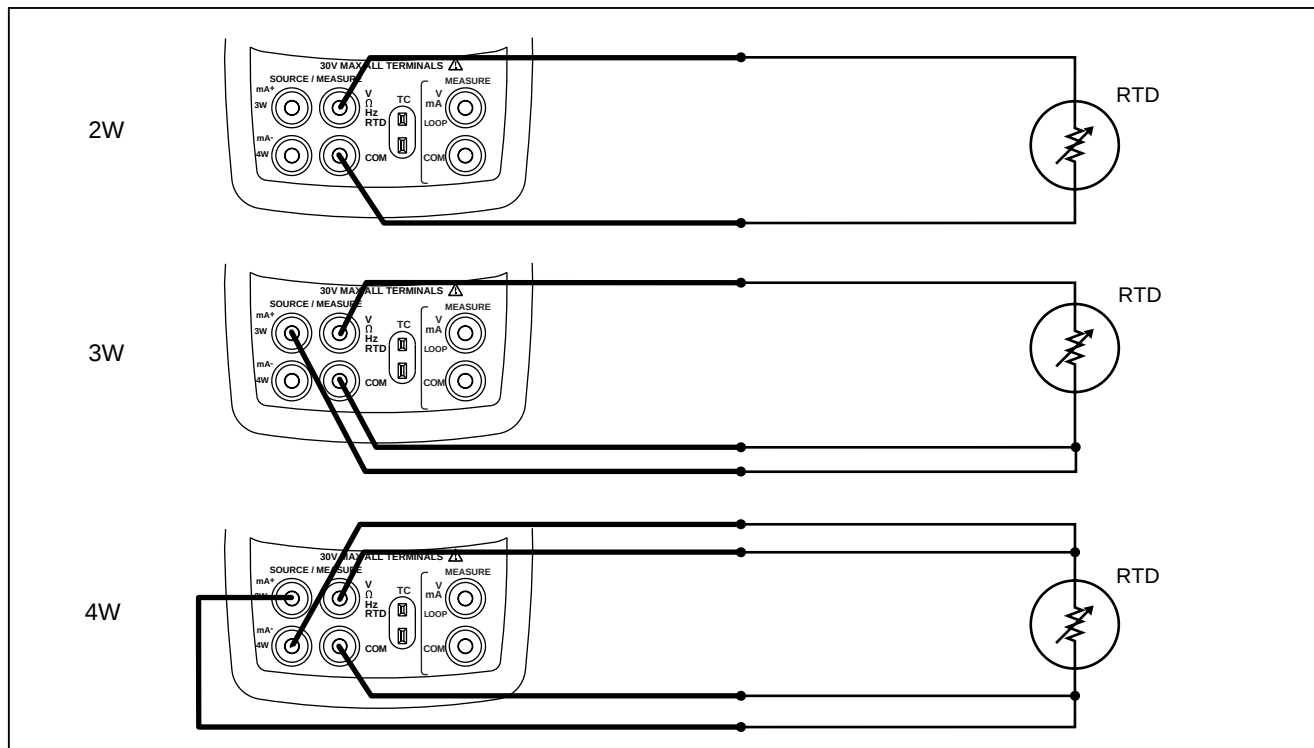

Abbildung 10. Messen von Temperatur mit einem Widerstandstemperturfühler
4. Den Widerstandstemperaturfühler gemäß Abbildung 10 an die Eingangsbuchsen des Kalibrators anschließen.